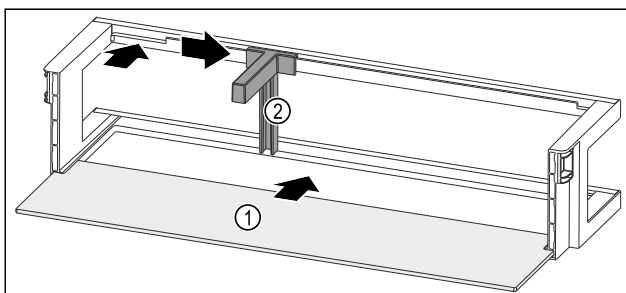

Fig. 123 Türabsteller mit Abstellfläche
- ▶ Abstellfläche Fig. 123 (1) in die seitlichen Einsparungen einschieben.
- ▶ Flaschenhalter Fig. 123 (2) in die Aussparung einsetzen.
- ▶ Flaschenhalter Fig. 123 (2) in gewünschte Position zur Seite schieben.